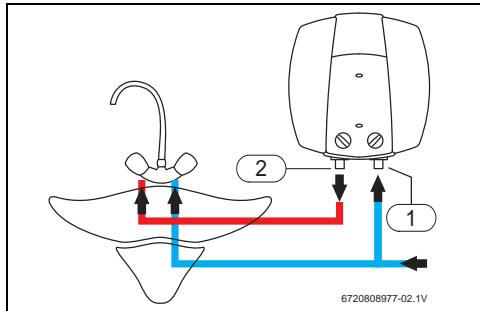

Рис. 6 Монтаж над раковиной (модель ES..-5M0WIV-B)
- Обозначьте трубы горячей и холодной воды соответствующим образом, чтобы не перепутать их (→ рис. 6 и 7).